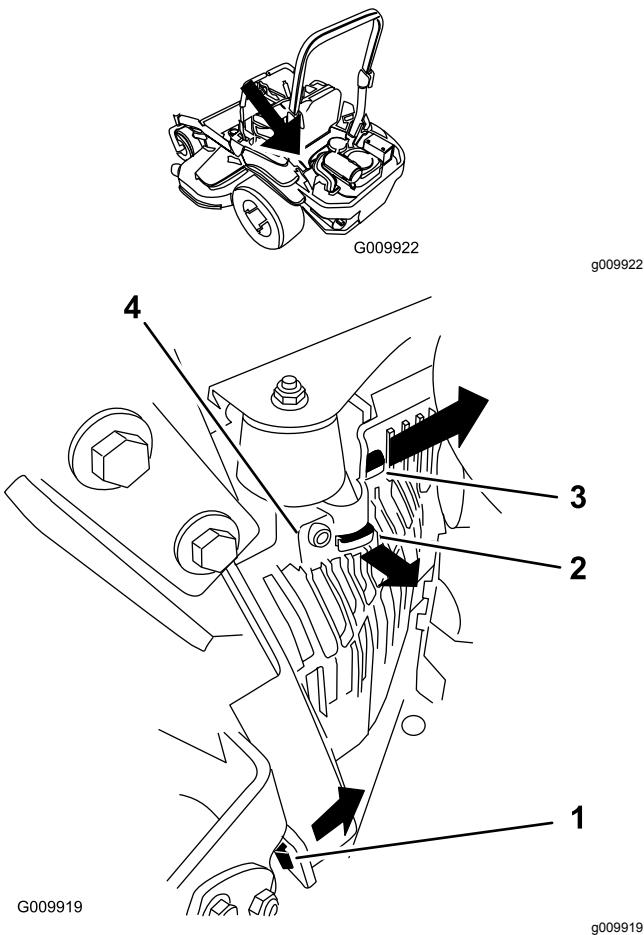

Figura 53
3. Retire la cubierta de la unidad hidráulica izquierda (Figura 53).
5. Instale la cubierta de la unidad hidráulica izquierda (Figura 53).